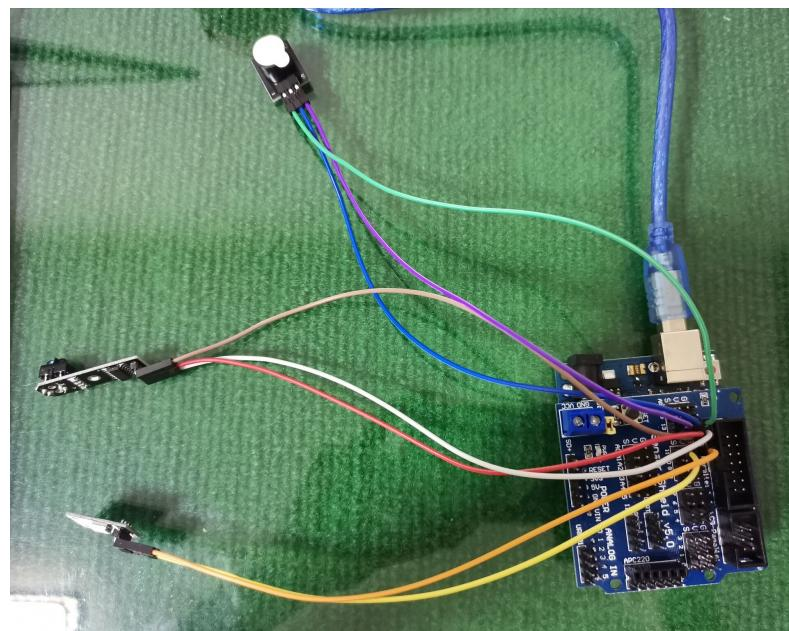

图 20.2: 实验接线图
- (1) 按照如图20.2所示的方式完成接线；
- (2) 打开 Arduino IDE，输入程序；
- (3) 检查无误后上传程序；
- (4) 分别将红外循迹模块对准白色色块和黑色色块，观察 LED 灯与蜂鸣器的变化。